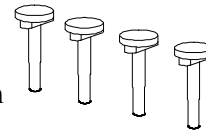

Bild 2-4
- ❑ Befestigungs-Stifte für Ständer (RMAP) - Diese Stifte werden von oben durch die Löcher im Fuß des CPU-Ständers gepreßt, um den Ständer auf dem Mainboard zu fixieren. Es werden vier Stück benötigt. (siehe Bild 2-4)